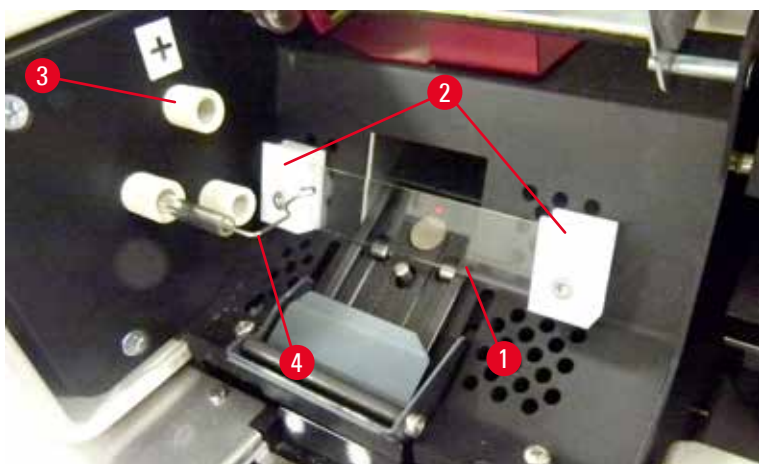

Fig. 17
5. Se till att kontaktfjädringen (→ "Fig. 16-2")/(→ "Fig. 17-4") är borttagen från lampans tändtråd (→ "Fig. 18-1") (Se även (→ "Fig. 17")).